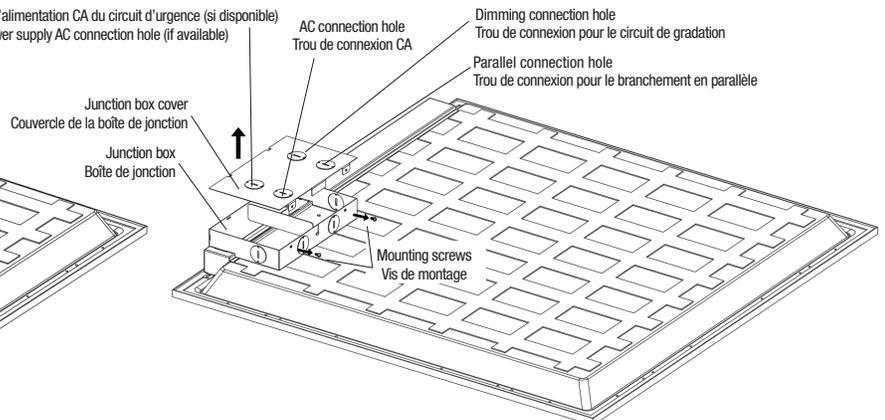
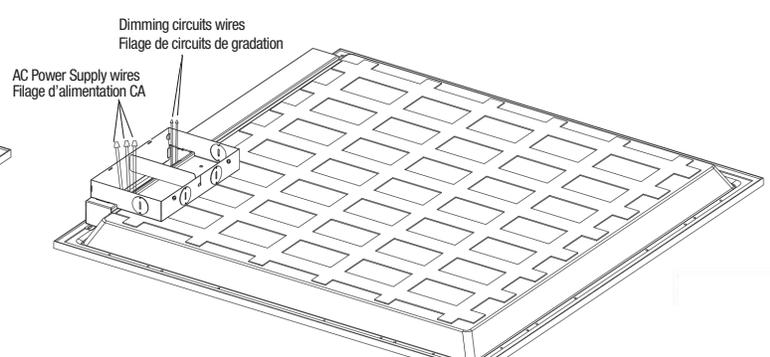

Fig. 2
Fig. 4
MONTAGE ENCASTRÉ (Fig. 2)
3. L'unité est munie de crochets de sécurité de chaque côté, qui alignent le luminaire et le fixent sur la grille en T inversée. Plier chaque crochet de sécurité (voir le détail Fig. 2) et installer l'unité dans le plafond à sa place de façon sécuritaire (Fig. 2).
6. Raccorder les fils d'alimentation électrique (Fig. 4) dans la boîte de filages (capuchons de connexion non inclus). Respecter les polarités, soit le fil de mise à la terre connecté au fil de mise à la terre du fournisseur, le fil actif pour le conducteur de PHASE et le fil neutre pour le conducteur NEUTRE. Pour le circuit de gradation de la lumière (si disponible), connecter le fil violet au fil "+" et le fil rose au fil "-".
8. Make wires connection (Fig. 4) inside the wiring box, (wire nuts not included). Observe the polarity of the GROUND wire, connected to the supplier grounding conductor, the line wire to the PHASE conductor and the neutral wire to the NEUTRAL conductor.
8. Raccorder les fils d'alimentation électrique (Fig. 4) dans la boîte de filages (capuchons de connexion non inclus). Respecter les polarités, soit le fil de mise à la terre connecté au fil de terre du fournisseur, le fil actif pour le conducteur de PHASE et le fil neutre pour le conducteur NEUTRE. Pour le circuit de gradation de la lumière (si disponible), connecter le fil violet au fil "+" et le fil rose au fil "-".
3. Open the junction box cover by unscrewing the two screws (Fig. 2).
5. Insert the luminaire input wires into the junction box (Fig. 4) as follow:
7. Make the appropriate wiring connections by using wires nuts (Fig. 4).
3. Ouvrir le couvercle de la boîte de jonction en dévissant les deux vis (Fig. 2).
5. Insérer les fils d'entrée du luminaire dans la boîte de jonction (Fig. 4) comme suit:
7. Effectuer les connexions de câblage appropriées en utilisant des capuchons de connexion (Fig. 4).
2. Cut out an opening into the ceiling according to the dimension table (Fig. 2 and Fig. 4, step "a").
4. Install the wooden support frame (not provided) into the ceiling as shown in Fig. 4, step "b".
5. Place the metallic frame into the ceiling opening (Fig. 4, step "c").
6. Install the metallic frame into the ceiling by screwing it into the wooden frame (screws not included) as shown in Fig. 4, step "d".
7. Make the appropriate electrical wiring and install the luminaire into the metallic frame (Fig. 4, step "e").
2. Découper une ouverture dans le plafond conformément au tableau des dimensions (Fig. 2 et Fig. 4, étape "a").
4. Installer le cadre support en bois (non fourni) dans le plafond comme indiqué sur la Fig. 4, étape "b".
5. Placer le cadre métallique dans l'ouverture du plafond (Fig. 4, étape "c").
6. Installer le cadre métallique dans le plafond en le vissant dans le cadre support en bois (vis non incluses) comme montré sur la Fig. 4, étape "d".
7. Effectuer le câblage électrique approprié et installer le luminaire dans le cadre métallique (Fig. 4, étape "e").